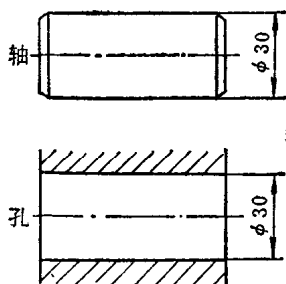

图14 直径尺寸的注法
1. ϕ ——表示直径的符号，注在尺寸数字的前面，一般多用来表示圆柱形的轴和孔的大小。如图14，表示轴和孔的直径尺寸是30毫米。直径符号“ ϕ ”是一个希腊字母，可以用手直接画成，首先画出圆圈，再用约 $45^\circ \sim 60^\circ$ 的倾斜线穿过圆圈。符号的大小应同尺寸数字的大小一样，并且高度应当一致，如 $\phi 58$ 。